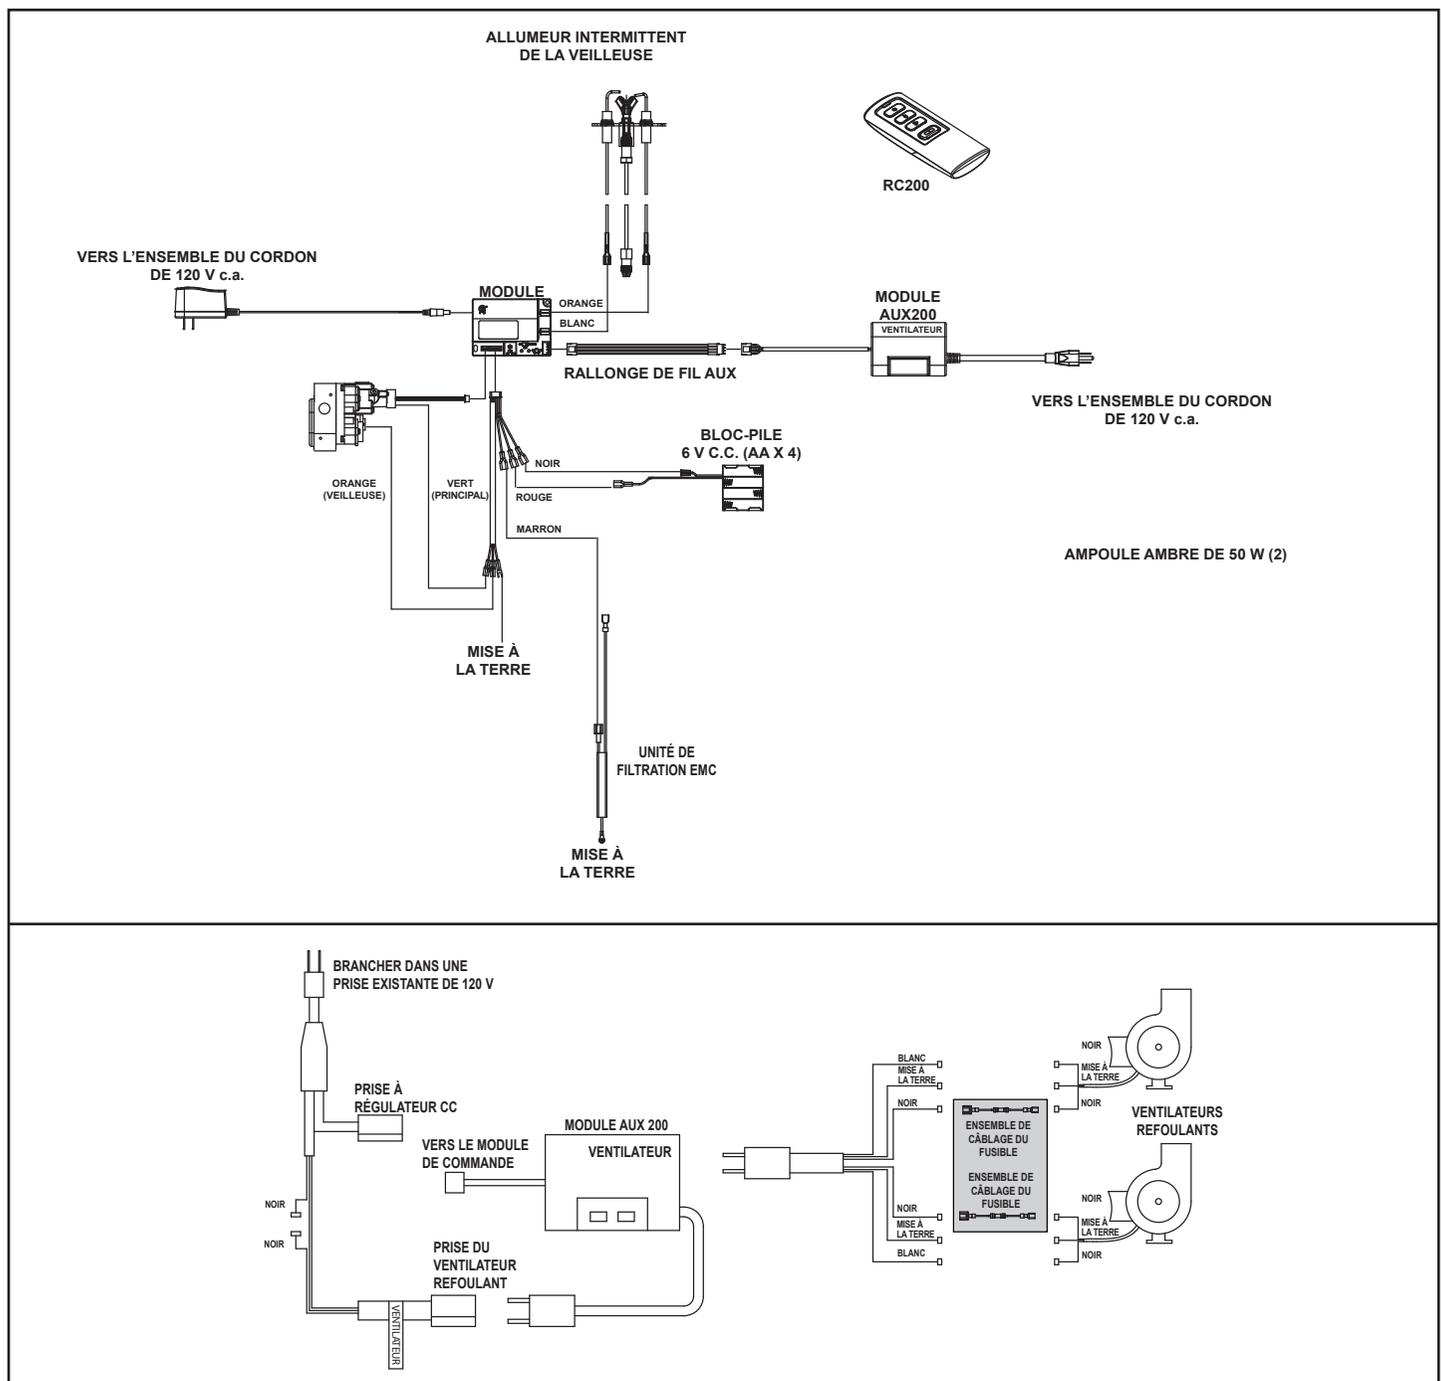

Figure 8.1 Schéma de câblage du système d'allumage (IPI) par veilleuse IntelliFire™ Plus et schéma du câblage du ventilateur
- Se référer à la figure 8.1, Schéma du câblage IPI Plus.